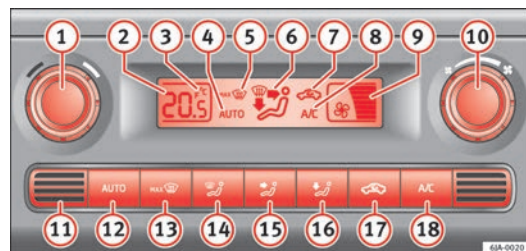

Fig. 100 Climatronic: elementos de manejo
-  ⑩ ⇒ fig. 100 ⇒ página 137 encendido.
- Pulse la tecla  ⑫ ⇒ fig. 100 ⇒ página 137.
Mantenga pulsadas simultáneamente las teclas  y  ⇒ fig. 100 ⇒ página 137. En la pantalla aparecen los datos en unidades deseadas.
En la parte inferior se encuentra el sensor de la temperatura interior (⑪) ⇒ fig. 100 ⇒ página 137. No lo cubra con adhesivos ni de otra forma, ya que podría influir negativamente sobre el funcionamiento del Climatronic. ■
- Ajusta los difusores ③ ⇒ página 130 y ④ para que la corriente de aire se dirija ligeramente hacia arriba.
- Pulse la tecla  ⑫ ⇒ fig. 100, en la pantalla aparece **AUTO**.
- Al conectar el encendido puede utilizar el mando  ⇒ fig. 100 ⇒ página 137 para ajustar la temperatura interior deseada.
- Pulse la tecla   ⇒ fig. 100 ⇒ página 137, en la pantalla aparece el símbolo .
- Pulse la tecla   ⇒ fig. 100 ⇒ página 137, en la pantalla desaparece el símbolo .
- Gire el mando  ⇒ fig. 100 ⇒ página 137 hacia la izquierda (bajar la velocidad), o hacia la derecha (subir la velocidad).
- Pulse la tecla   ⇒ fig. 100 ⇒ página 137.
- Pulse varias veces la tecla   ⇒ fig. 100 ⇒ página 137, o pulse la tecla .